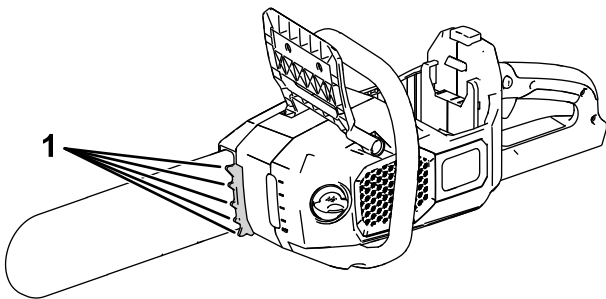

Figura 13
**Nota:** Puede utilizar las garras de tope (Figura 13) para aplicar una presión ligera.